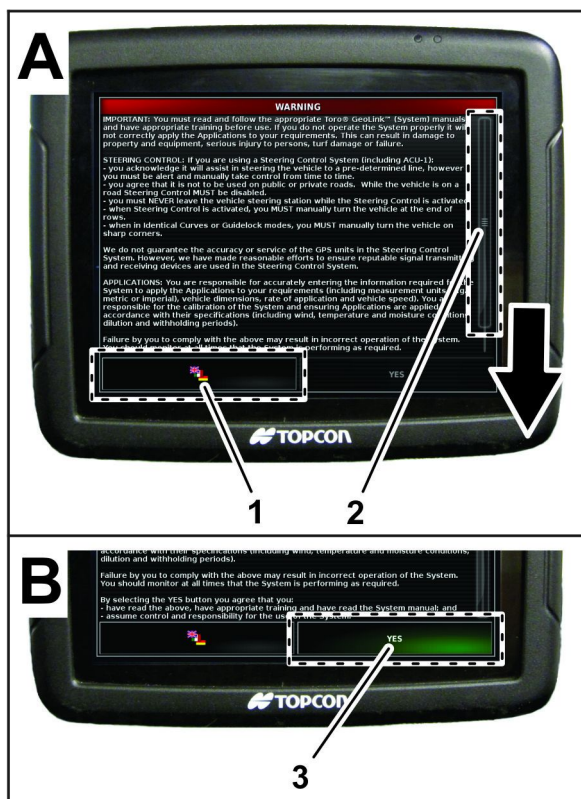

Figura 14
1. Se necessário, pressione o ícone idiomas para alterar o idioma de exibição da tela do X25 (Figura 14).
3. Leia o contrato de licença (Figura 14).
Utilize a barra de deslocamento para navegar para a parte inferior do ecrã. O ícone de Sim muda para verde (Figura 14).
4. Carregue no ícone de SIM para aceder ao ecrã inicial (Figura 14).